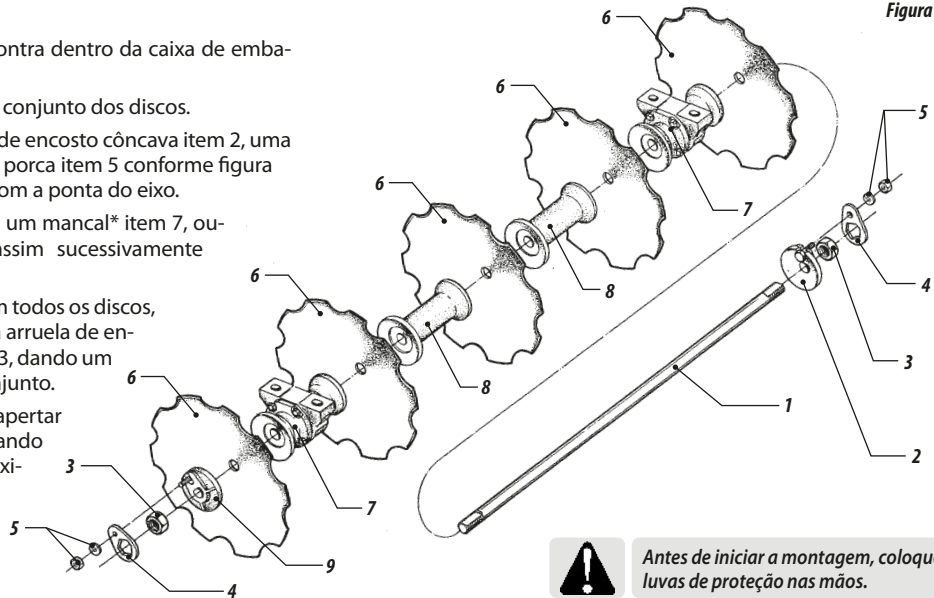

Figura 2
- 03 - Colocar no eixo item 1, figura 2 a arruela de encosto côncava item 2, uma porca item 3, a trava item 4, e fixar com a porca item 5 conforme figura 2. Observar que a porca fique faceando com a ponta do eixo.
- 04 - Colocar no eixo item 1, um disco item 6, um mancal* item 7, outro disco, o carretel separador item 8 e assim sucessivamente conforme figura 2.
- 05 - Quando o conjunto estiver completo, com todos os discos, mancais e carretéis separadores, colocar a arruela de encosto convexa item 9, a outra porca item 3, dando um aperto com a chave até firmar todo o conjunto.
- 06 - Feito isso, calçar o conjunto dos discos e apertar a porca item 3, através de impactos. Quando estiver quase conseguindo o aperto máximo, ajustar a trava item 4 com a arruela convexa, sempre apertando a porca até coincidir a furação, fixá-las através da porca item 5.